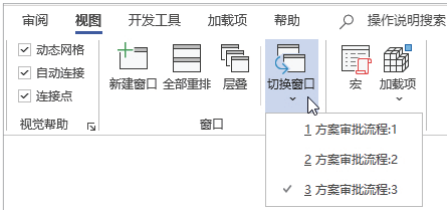

图 2-32 功能区中的“切换窗口”按钮
- 在功能区的“视图”选项卡中单击“切换窗口”按钮，然后在弹出的菜单中选择所需的窗口，如图 2-32 所示。